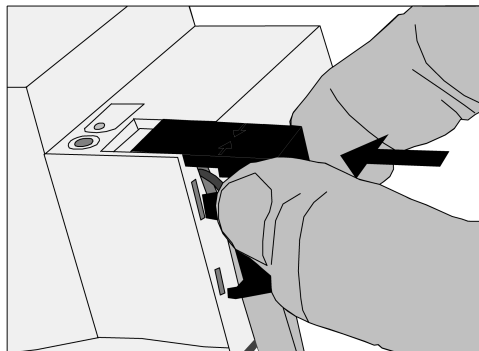

Figura 4: Colocar la tapa
- Insertar la tapa en el borne de bus, hasta que encaje (véase figura 4).